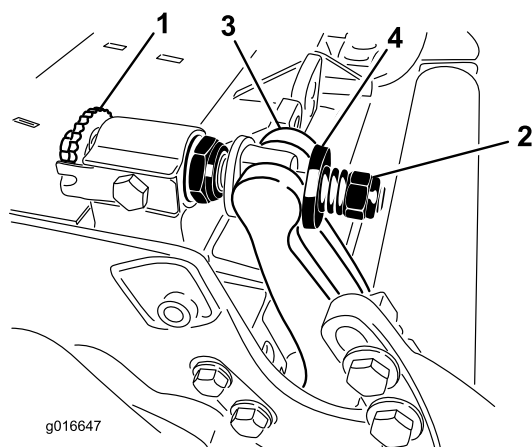

Рисунок 28
1. Поверните регулирующие ручки планки неподвижного ножа против часовой стрелки, чтобы отвести неподвижный нож от барабана (Рисунок 28).
2. Отвинтите гайку затяжки пружины, чтобы ослабить давление шайбы на планку неподвижного ножа (Рисунок 28).